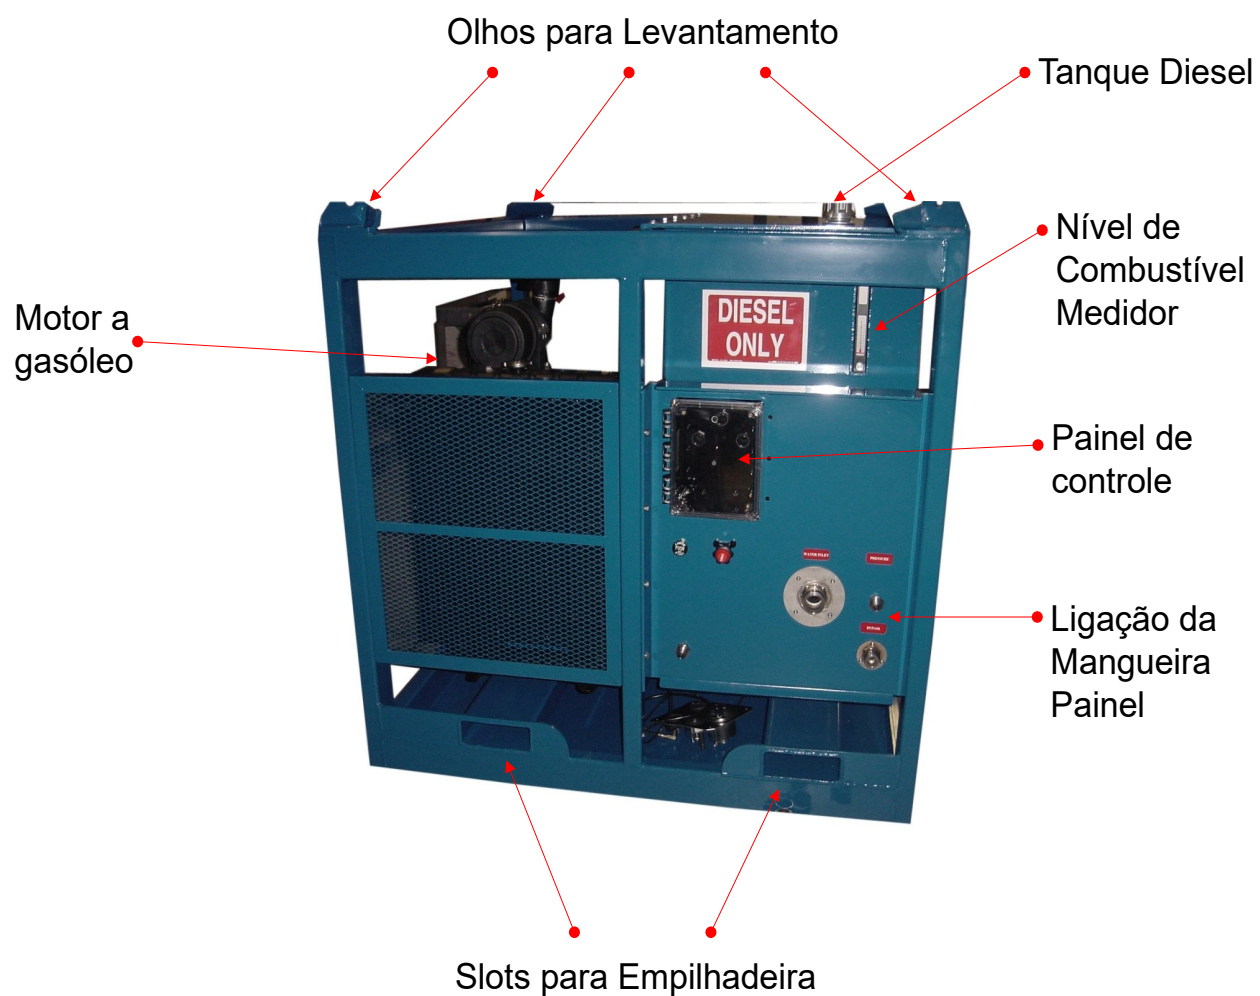

Figura 2.2 - Características gerais do CaviBlaster 2040-D
- 5) Conecte a mangueira de desvio (consulte a Figura 2.2)
- 6) Conecte a mangueira de pressão (Ver Figura 2.2)
- 7) Conecte a mangueira de partida de ar (Veja a Figura 2.2)
A conexão de entrada de água de alimentação está localizada no painel de controle (consulte a Figura 2.2). Uma bomba de água centrífuga de escuramento automático acionada por correia é fornecida para fornecer pressão de água de entrada positiva para a bomba de pressão principal. Duas condições de abastecimento de água são aceitáveis para a unidade CaviBlaster.
- Conecte o soquete cam-lock na mangueira de alimentação de PVC transparente de 1-1 / 2 "à conexão de entrada de água no painel de controle (consulte a Figura 2.2).
- Conecte um soquete de cam-lock de 1-1 / 2 "na mangueira de abastecimento de água à conexão de entrada de água no painel de controle (consulte a Figura 2.2).